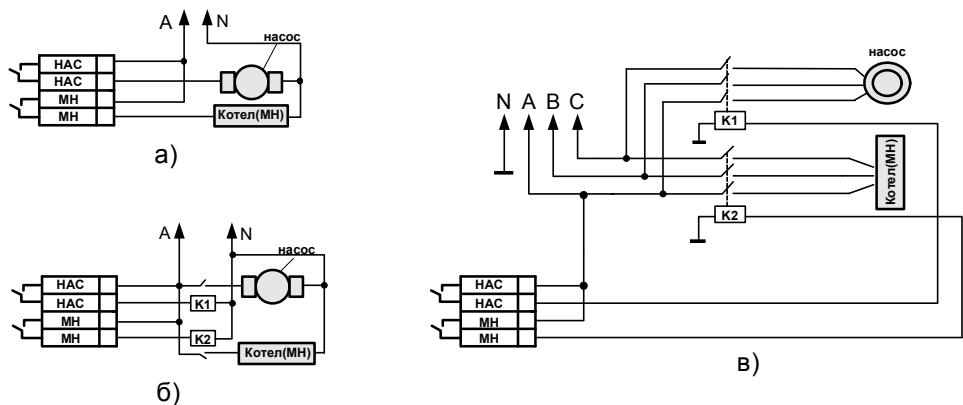

Рис.1
**2.1.7** На плате блока питания «081» расположены следующие элементы коммутации и управления (см. Приложение Б Рис.1):
**2.2.3** Вид пульта изнутри показан в Приложении Г Рис.1 На задней стенке расположены:
В процессе работы на этом выходе контакты реле замкнуты пока в порядке датчики: «НИЗКОЕ Р(Па) ВОДЫ В КОТЛЕ», «ВЫСОКАЯ Т(°C) ВОДЫ В КОТЛЕ», «НАРУШЕНИЕ ЭЛЕКТРОСНАБЖЕНИЯ». Как только срабатывает любой из этих датчиков, то контакты реле размыкаются отключая питание модуля нагрева. Если не включен ни один из насосов, реле управляющее питанием модуля нагрева не включается. Варианты подключения питания котлов (модулей нагрева) см. рис.1.
Варианты подключения питания насосов см. Рис.1.
Переход в требуемый режим программирования осуществляется из соответствующего ему режима просмотра (т.е. переход в режим программирования адреса устройства осуществляется только из режима просмотра адреса). Текущий режим программирования индицируется миганием соответствующего светодиода. В режимах «Программирование 1», «Программирование 2» установки программируются изменением положения DIP-переключателей (см. Рис.1 Приложение В) (например: для активации датчика № 4 «ДАВЛЕНИЕ (ПА) ГАЗА НИЖЕ НОРМЫ» необходимо переключить DIP – переключатель №4). При этом, светодиоды №1-16, соответствующие датчикам №1-16, индицируют перечень датчиков, от которых активируются выходы «Клапан» и «Реле».